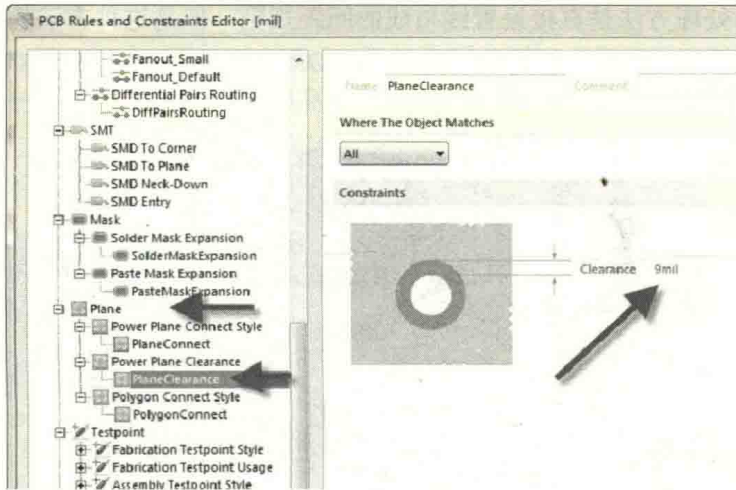

图 11-20 反焊盘的大小设置
(1) 设置反焊盘的大小：此种现象一般是由于负片反焊盘设置过大造成的，可以适当减小其设置的数值，按快捷键“DR”，进入规则约束管理器，找到“Plane-Power Plane Clearance”规则项，对反焊盘的大小进行设置，如图 11-20 所示。前面也讲过，反焊盘的大小推荐设置为 9~12mil。